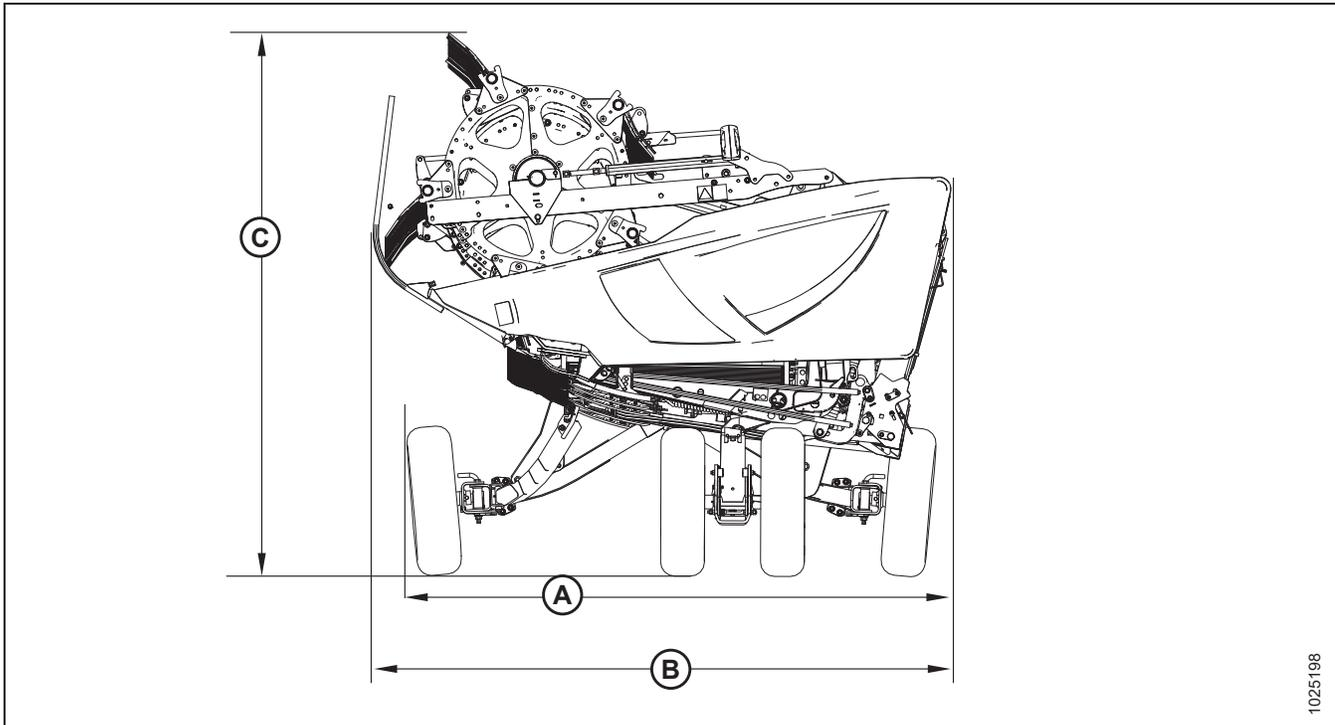

Abbildung 2.2: Schneidwerksbreite
2. Siehe Abbildung 2.2, Seite 34.